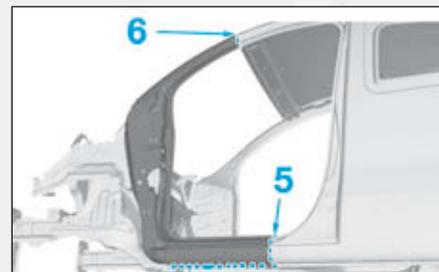

FIG.66
- par cordons MAG en (5) et (6), puis meuler les cordons de soudure (Fig.66),